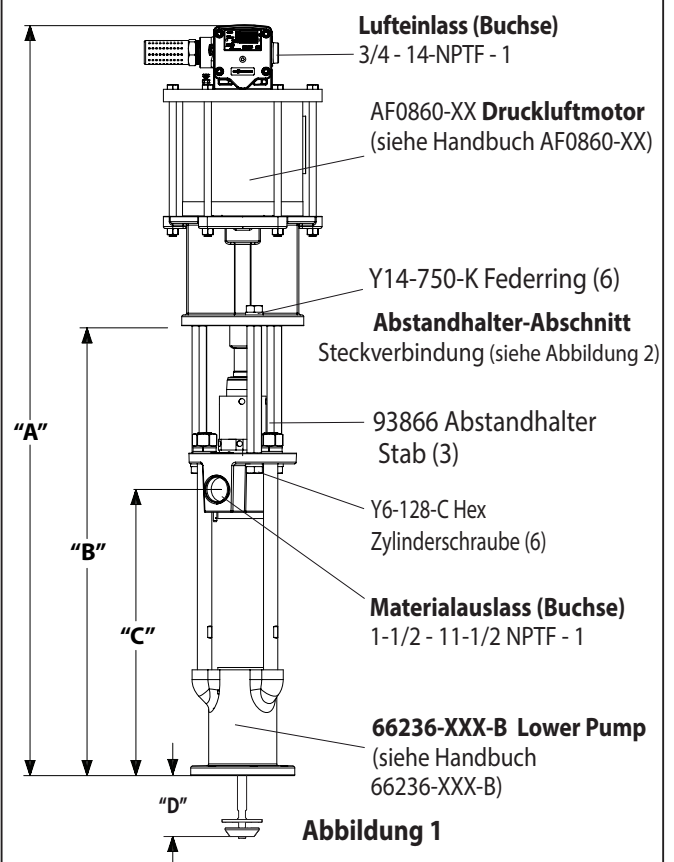

Abbildung 1
- Entfernen Sie drei Zylinderschrauben (Y6-128-C) und (Y14-750-K)-Sperr-Unterlegscheiben aus den drei (93866) Abstandshalter-Stäbe (siehe Abbildung 1).